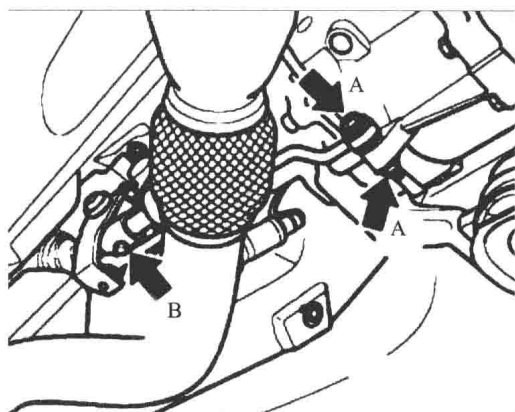

图 1-3 拆卸螺栓 A、B
- (5) 拆卸螺栓 A,再旋松变速控制系统的内换挡杆螺栓 B,如图 1-3 所示。压出支撑杆球头并将内换挡杆与离合块分离。